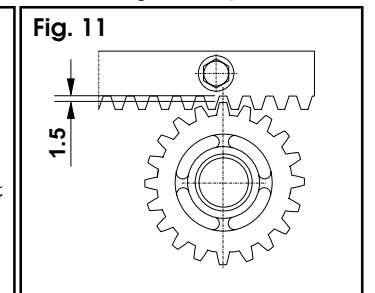

Fig. 11
*Attenzione:* nel caso di cancello di nuova costruzione verificare tale gioco (fig. 11) dopo alcuni mesi dall'installazione.